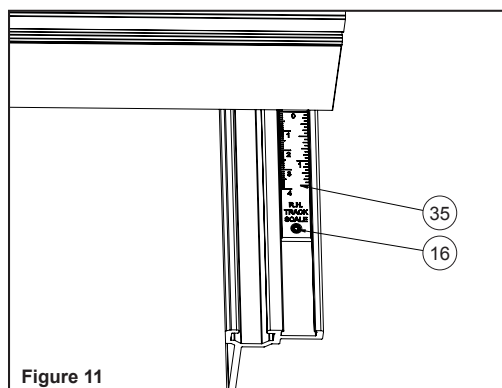

Figure 11
- e. Assurez-vous que l'échelle de voie droite et gauche (pièce #17 & #35) est du bon côté. **Voir figure 11.**
- f. À l'aide de la clé hexagonale de 1/8" fournie, desserrez les vis de réglage (pièce #16) à l'avant des balances gauche et droite. **Voir la figure 11.**
- g. Faites glisser l'échelle pour aligner le "0" sur l'échelle avec le bord avant de la clôture. **Voir figure 11.**